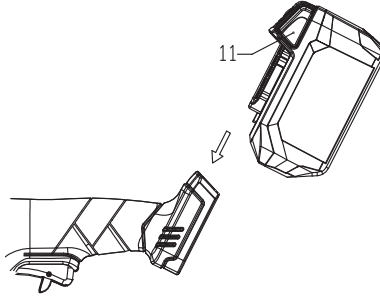

Figura 2
PARA RETIRAR EL PAQUETE DE BATERÍAS: Presione el botón de liberación de la batería (11) y saque el paquete de baterías de la herramienta. (ver Figura 2)
PARA INSTALAR EL PAQUETE DE BATERÍAS: Alinee los rieles de la herramienta con las cuatro pestañas del paquete de baterías y empuje el paquete de baterías sobre la herramienta hasta que encaje en su lugar. (ver Figura 2)